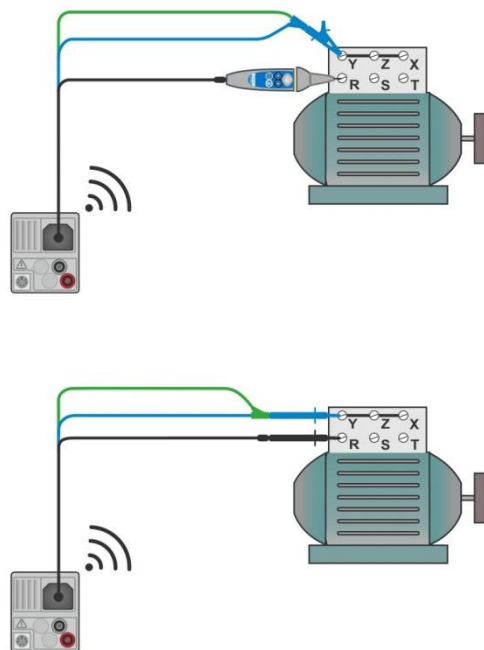

Abbildung 7.23: Anwendungen Commander-Prüfspitze und 3-Leiter Prüfadapter
- › Schließen Sie die Prüflleitungen am Prüfling an, siehe **Abbildung 7.23.**